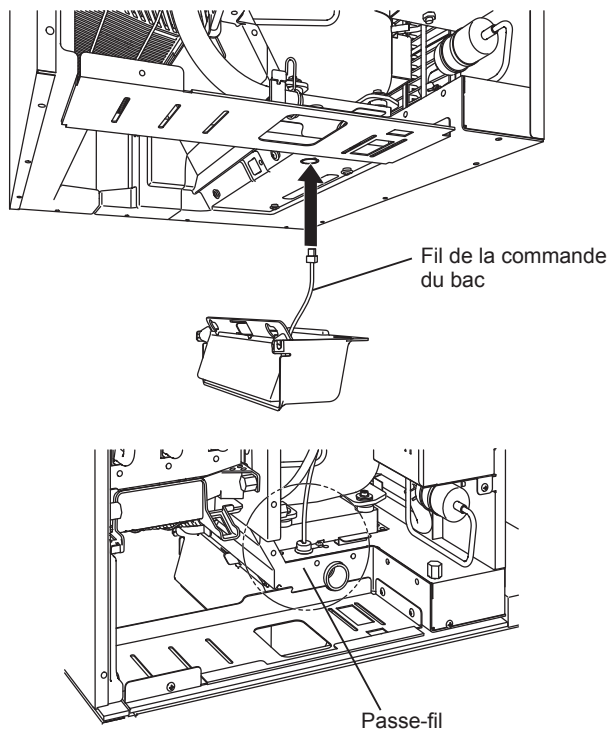

Fig. 4
6) Faire passer le fil de la commande du bac par l'orifice situé à la base, puis dans le passe-fil fourni. Voir fig. 4.